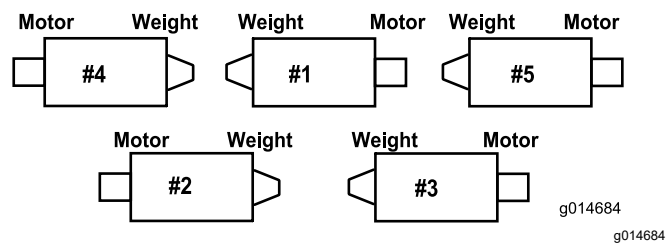
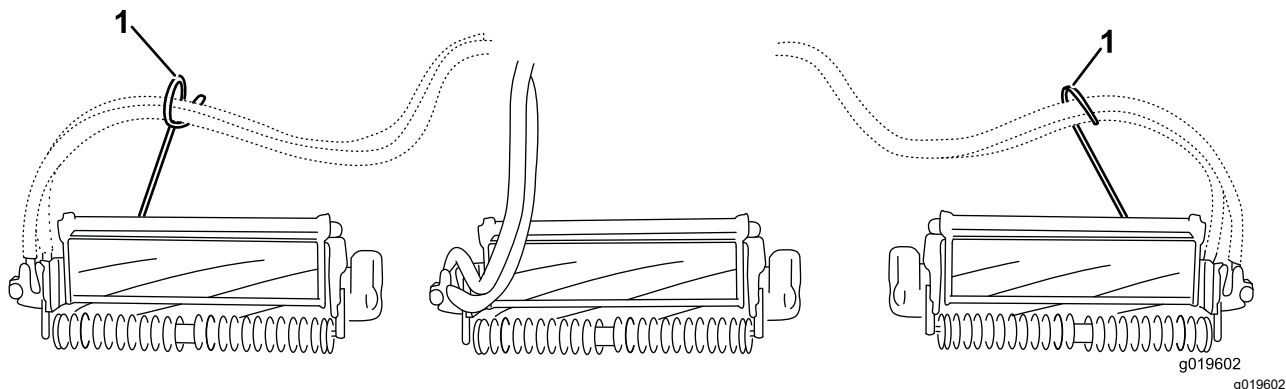
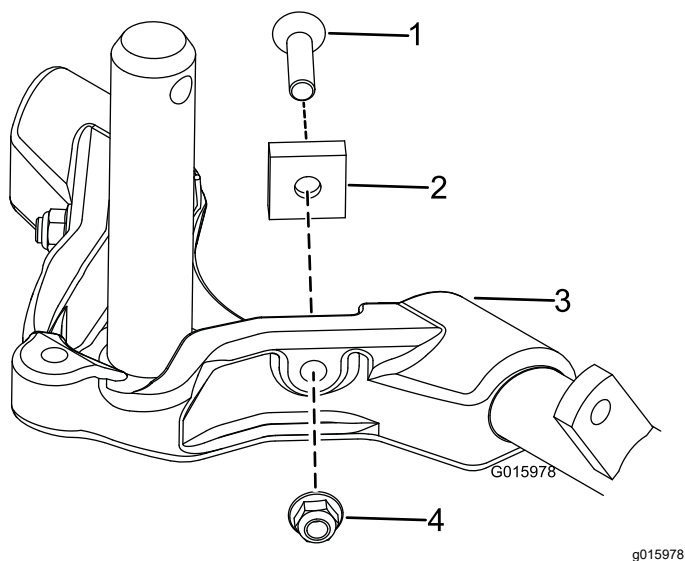

Figure 12
Figure 14
Figure 15
Important: Sur le plateau n° 4 (avant gauche) ou n° 5 (avant droit), utilisez les écrous de fixation du support de tige pour monter les guides de flexible devant les pattes du plateau de coupe. Les guides de flexible doivent être inclinés vers le plateau de coupe central (Figure 12 à Figure 14).
6. Augmentez la direction des plateaux de coupe arrière en retirant les (2) entretoises de pivot, vis à tête creuse et contre-écrous à embase (Figure 15) des bâtis porteur des plateaux de coupe arrière (n° 2 et n° 3) (Figure 12).